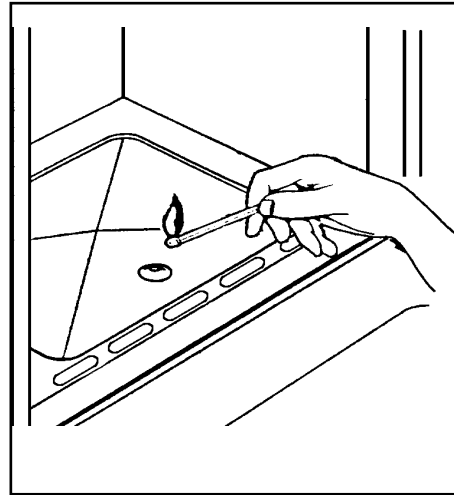

Fig. 1
- Abra el horno y sostenga una llama junto al orificio lateral derecho como se indica en la Fig. 1;